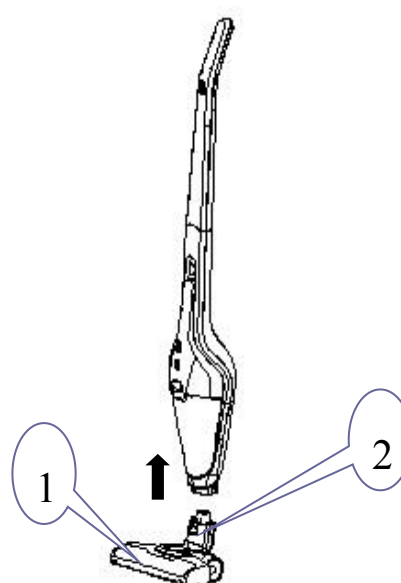

Fig. 3-2
Insérez la brosse sol (1) dans le corps dans le sens indiqué sur l'illustration Fig.3-2 jusqu'à ce que le bouton de verrouillage (2) se verrouille.